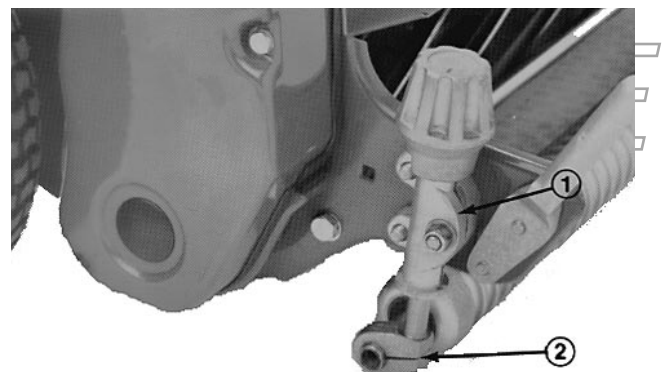

Bild 6
2. Die Kontermuttern lösen, mit denen die Schnitthöheinstellprofile an den Mäherseiten abgesichert sind (Bild 6).